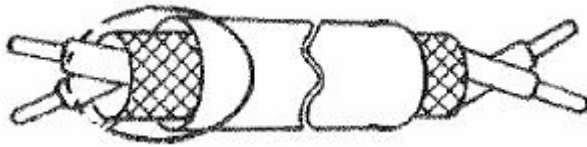

Figura 2.12 Preparación de las Puntas de los Cables de par trenzado Blindado
5. Utilice cable de par trenzado o par trenzado blindado en el circuito de Control para prevenir fallas. Prepare las puntas del cable como se muestra en la figura 2.12